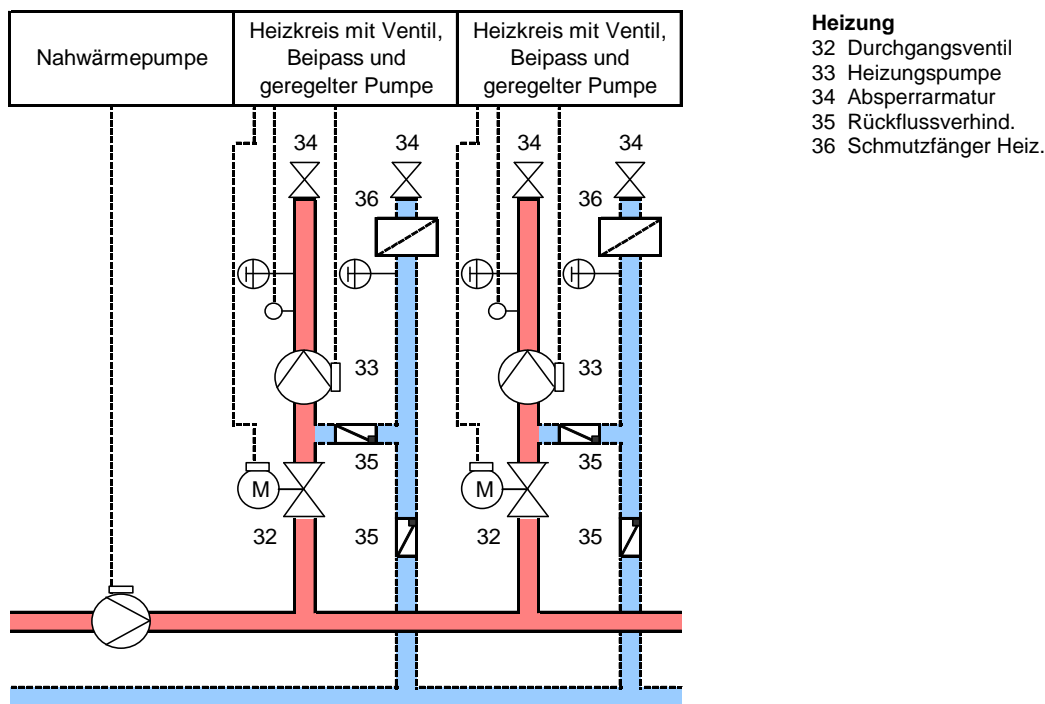

Bild 8 Heizkreise mit Ventil, Nahwärmepumpe, Beipass und Pumpe
5. Heizkreisregelung über VL-Temperatur im Heizkreis mit Pumpe und Ventil (Bild 8)